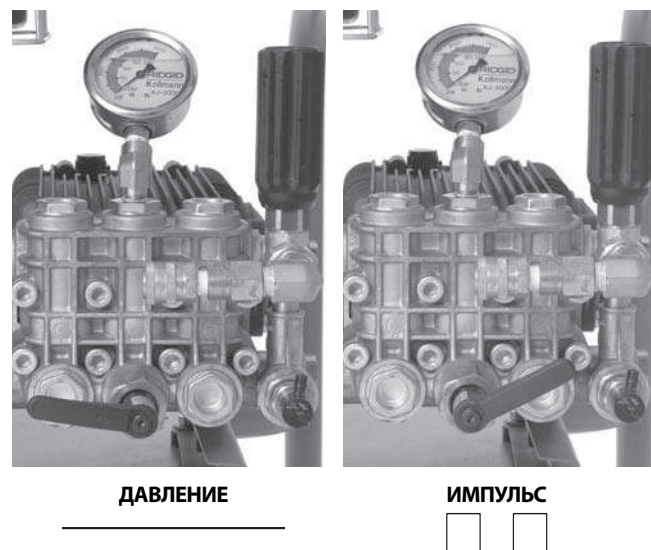

Рис. 16 – Положение рычага импульсного активатора
3. Проверьте, что рычаг импульсного активатора повернут против часовой стрелки в положение "Pressure" ("Давление") (рис. 16).